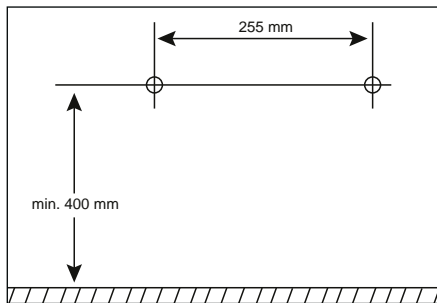

Fig. 3
- ❶ **Shënim:** (1) Ju lutemi sigurohuni që të kontrolloni se cilat kunjë janë të përshtatshme për vendndodhjen tuaj të montimit para montimit. Ne rekomandojmë kunjë me diametër prej 6 mm. Në rast se keni dyshime, konsultohuni me një profesionist. (2) Kur zgjidhni vendndodhjen e montimit, sigurohuni që një prizë e përshtatshme të jetë brenda rrezes së futjes së kabllot të lidhjes me rrjetin elektrik. (3) Mbjajtësja ❶ nuk duhet të fiksoset kur montohet në mur.
- ◆ Shënoni dy vrima shpimi në një lartësi minimale prej 400 mm dhe një distancë prej 255 mm (shih Fig. 3).